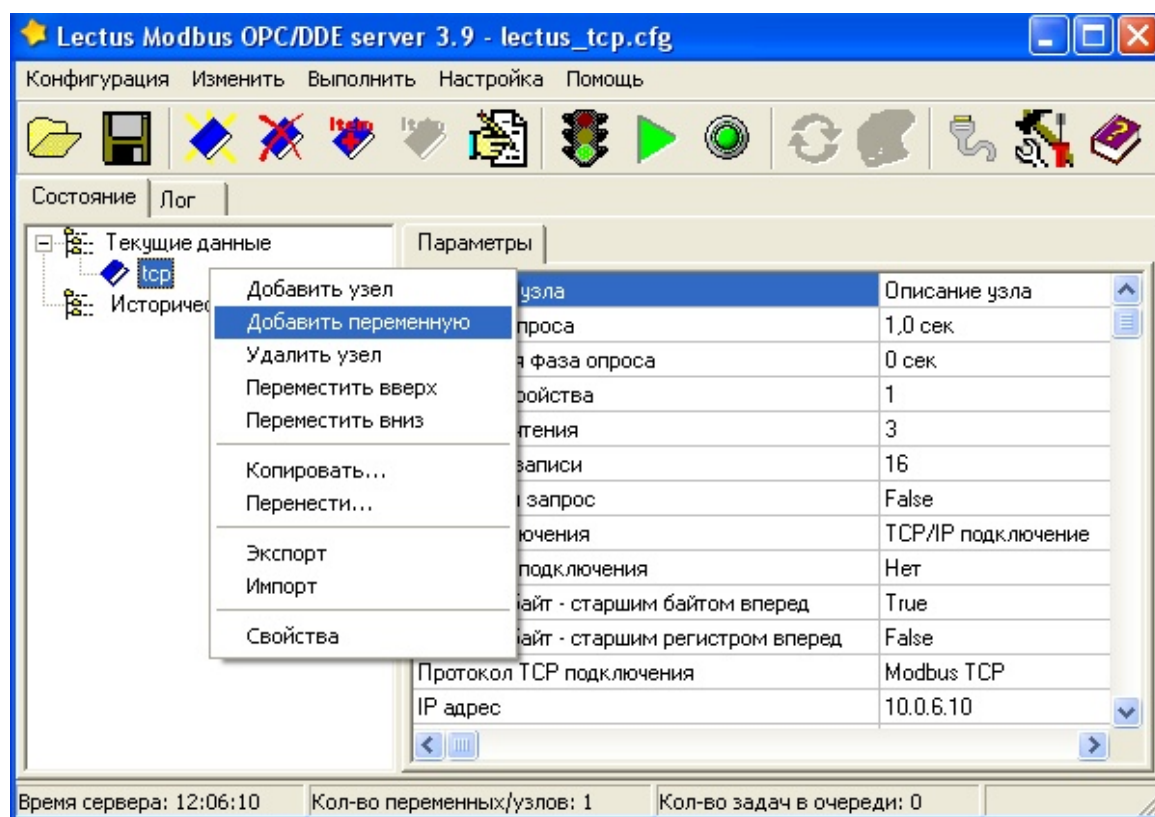

Рис.2.4
- 5) После добавления узла, добавить переменные в Modbus-узел (Рис.2.4).